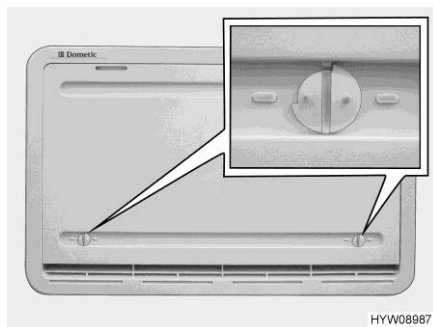

Bild 133 Vinterskydd
Vinterskydd När kylskåpet ska vara i drift vid låga utetemperaturer, rekommenderar tillverkaren användning av ett vinterskydd (Bild 133) för kylskåpets ventilationsgaller.
- Öppna båda lås (Bild 133) (noten står horisontellt).